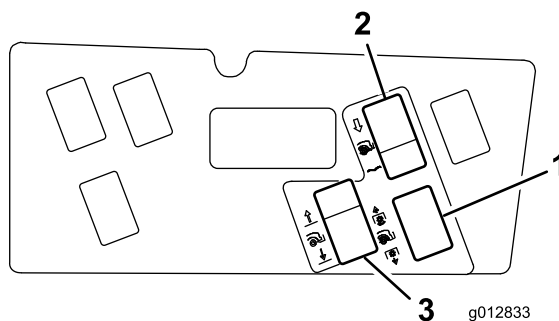

Рисунок 29
10. Очистите поверхность панели управления и прикрепите наклейку вокруг полученных отверстий (Рисунок 29).
11. Вставьте переключатели в соответствующие монтажные отверстия (Рисунок 29).